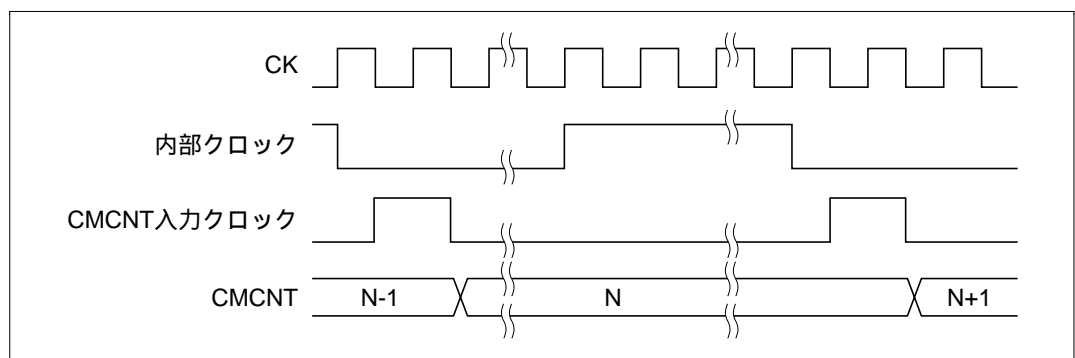

図 10.3 カウントタイミング
CMCSR の CKS1、CKS0 ビットにより、システムクロック (CK) を分周した 4 種類のクロック (/8、 /32、 /128、 /512) が選択できます。このときのタイミングを図 10.3 に示します。